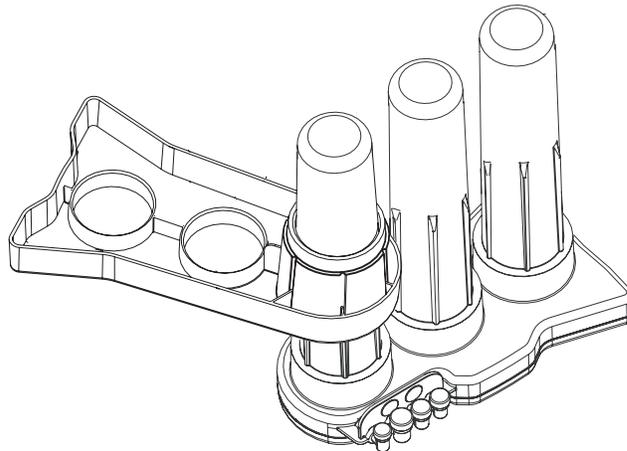

Figura 7
5. Quite la pata de apoyo de los tres contenedores y desatornille el contenedor superior como se indica para tener acceso al elemento del prefiltro. La pata de apoyo funciona como llave para aflojar los contenedores, Figura 7.